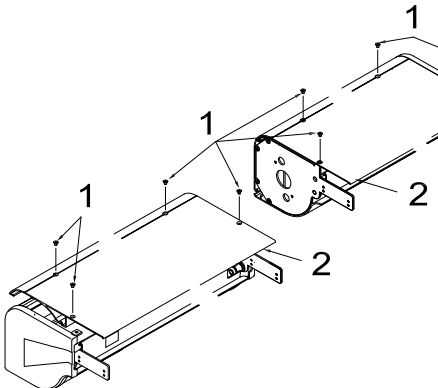

Abb. 6: Demontage Dächer
- » Lösen Sie die Dachschrrauben (1 – Abb. 6) und nehmen die Dächer (2 – Abb. 6) herunter.